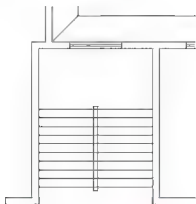
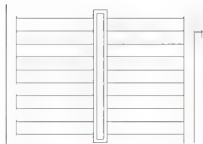

图 2.117 绘制出矩形
图 2.118 修剪扶手和梯井内的踏步线
② 在指定另一个角点或 [面积(A)/尺寸(D)/旋转(R)]: 提示下, 输入矩形右上角点相对于左下角点的坐标, 即 “@160 (梯井宽度), 2920 (2920-2700+2×110)” 后, 按 Enter 键结束命令, 结果如图 2.117 所示。
(3) 执行【偏移】命令 (快捷键 O), 将矩形向外偏移 80mm。
(4) 执行【修剪】命令 (快捷键 TR), 选择外部的矩形为剪切边界, 将图形修整至图 2.118 所示的状态。